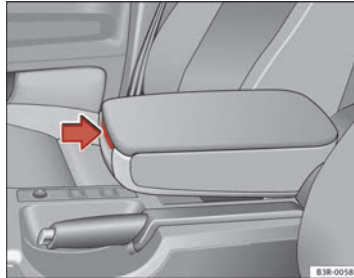

Abb. 112 Armlehne zwischen Fahrer- und Beifahrersitz
- Drücken Sie den Entriegelungshebel ⇒ Abb. 112.